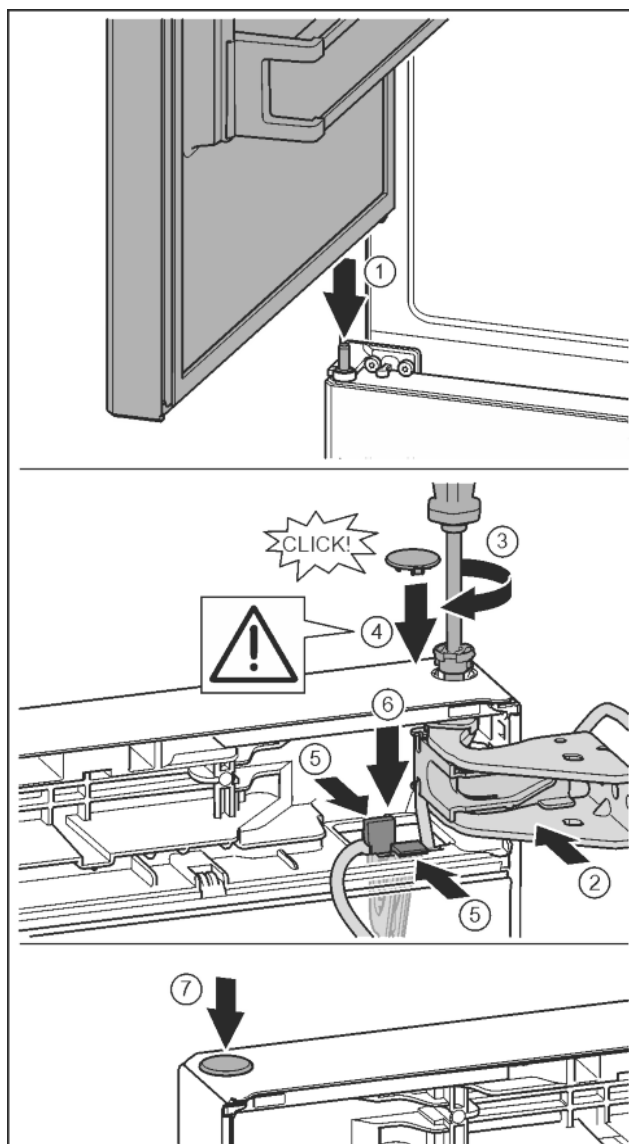

Fig. 34
- ▶ Założyć górne drzwi na środkowy sworzeń zawiasu Fig. 34 (1)
- ▶ Wyrównać drzwi u góry względem otworu w płytce zawiasu. Fig. 34 (2)
- ▶ Założyć sworzeń i dokręcić śrubokrętem T15. Fig. 34 (3)
- ▶ Zamontować osłonę bezpieczeństwa w celu zabezpieczenia drzwi: Włożyć osłonę zabezpieczającą i sprawdzić, czy przylega ona do drzwi. Ponadto założyć cały sworzeń. Fig. 34 (4)
- ▶ Uchwyt z zamocowanym kablem umieścić w otworze. Przy tym nakładka z dłuższym otworem musi być skierowana w przód. Fig. 34 (5)
- ▶ Uchwyt przycisnąć, aż nakładka zatrzśnie się. Fig. 34 (6)
- ▶ Założyć zatyczkę. Fig. 34 (7)